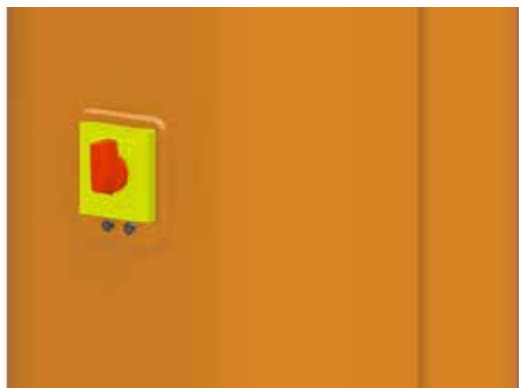

fig.18
4. Compruebe la idoneidad y el funcionamiento correcto del sistema eléctrico de alimentación de red: (fig.18)